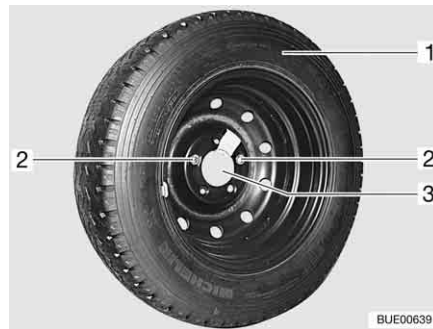

Bild 283 Reservhjulshållare i det bakre lastutrymmet
- Skruva ut och ta bort de båda fästskruvarna (Bild 283,2) med fordonsverktyget.
- Ta av reservhjulet (Bild 283,1) från hållaren (Bild 283,3).